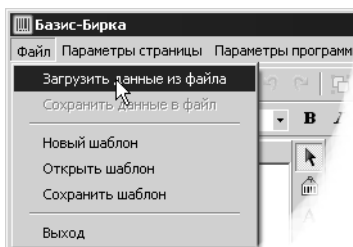

Рис. 2.
- ▼ Вызвать команду **Загрузить данные из файла** (рис. 2).